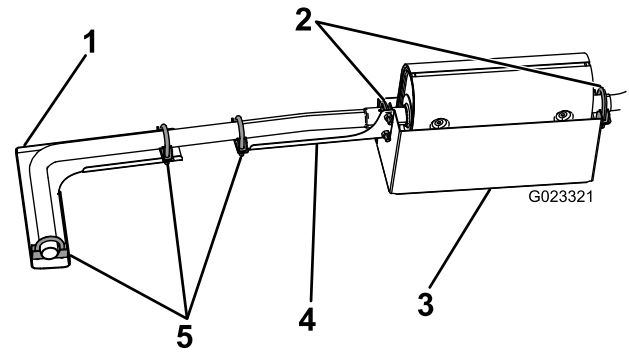

Bild 2
1. Befestigen Sie die Vorderseite des Auspuffschutzblechs mit der vorhandenen Auspuffklemme am Auspuff (Bild 2).
2. Befestigen Sie das hintere Ende des Auspuffschutzblechs und die Vorderseite des Auspuffrohr-Schutzblechs mit der vorhandenen Auspuffklemme am Auspuff (Bild 2).
4. Befestigen Sie eine Auspuffklemme an das Ende des L-Schutzblechs und schieben Sie die Klemme über das Ende des Auspuffrohrs (Bild 2).